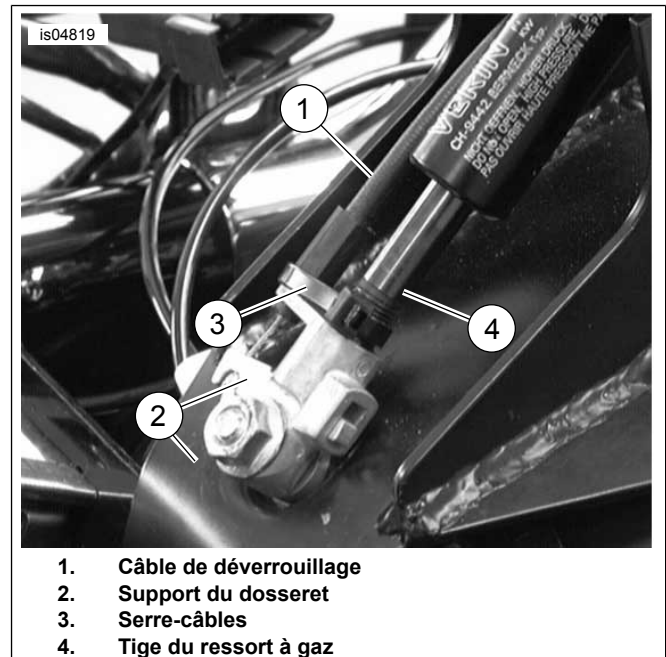

Figure 11. Fixer le câble sur le support du dossieret
19. Voir Figure 11 . Fixer le câble de déverrouillage (1) sur le support de fixation du dossieret (2) comme indiqué.
20. Fixer soigneusement le câble sur la tige du ressort à gaz (4) à l'aide de la sangle de câble fournie (3). Éviter de trop serrer la sangle de câbles (3).